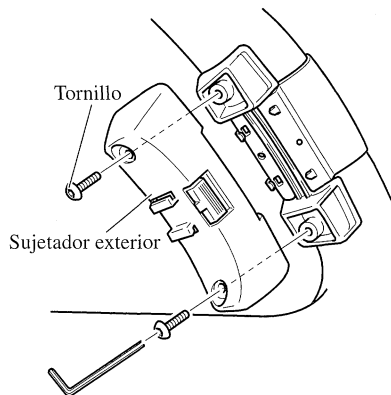

Fig. 12
3. Instale el sujetador exterior en el sujetador interior y asegure con los tornillos. (Fig. 12)